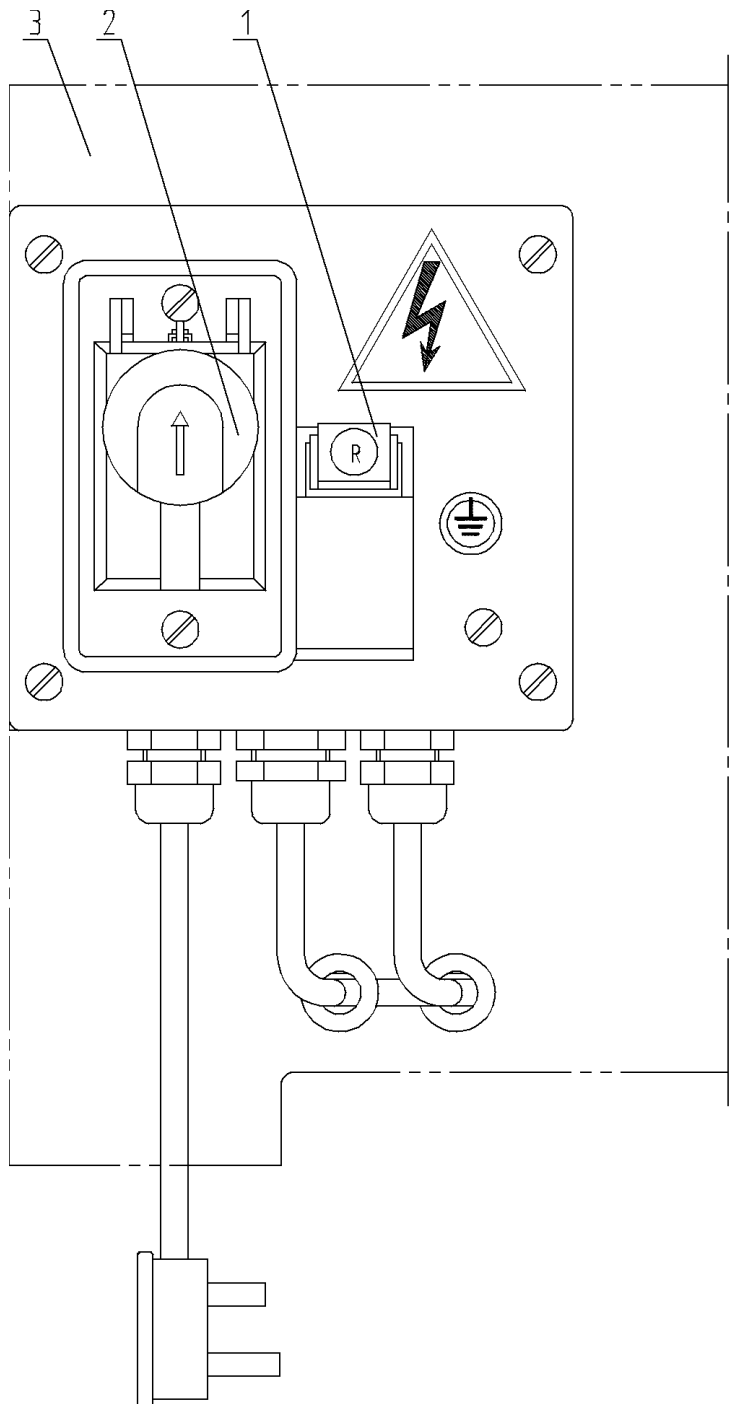

Рис.14
- Кнопка 1 должна быть установлена в нужное положение. При внезапных неполадках или несчастном случае нажмите кнопку 2 (Рис.14).
Внимание: Кнопка 1 должна находиться в позиции R (Рис.14). Надежно закрепите рабочую деталь при производстве угловой резки (Рис.5).
- Переключатель 1 поставьте в положение R (Рис.14). Направление подачи – то же, что и при строгании под давлением. Глубина фрезерования составит около 3 мм. Максимальная глубина не может превышать 5 мм.
- При неполадках нажмите кнопку 2 (Рис. 14).
- При неполадках нажимайте кнопку 2 (Рис.14).